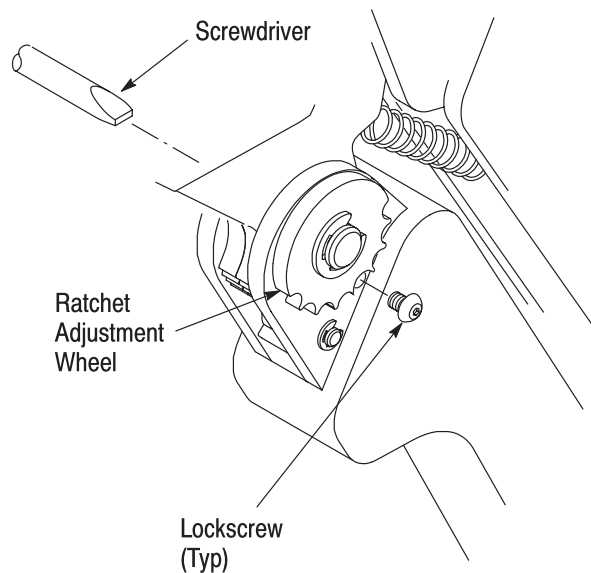

Figure 5
7. CRIMP HEIGHT ADJUSTMENT (Figure 5)